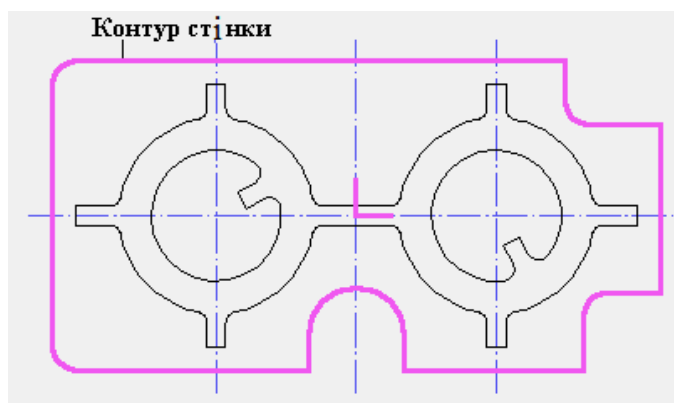

Рисунок 4.4 – Контур «КЭ Стенка»
3. Вказати контур стінки (рис. 4.4). Буде визначена межа стінки.